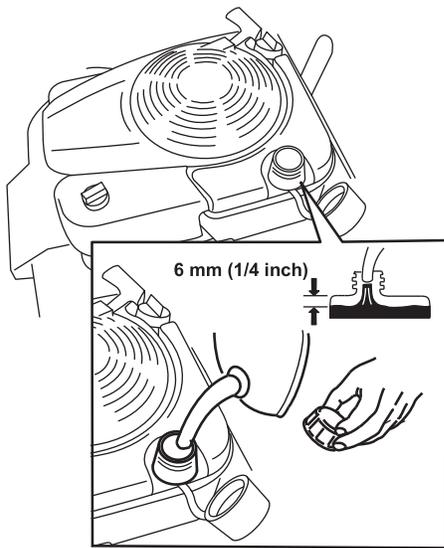

Figura 13
1. Limpie la zona alrededor del tapón del depósito de combustible y retire el tapón del depósito (Figura 13).
2. Llène el depósito, dejando un espacio libre de al menos 6 mm (1/4 pulg) entre la gasolina y la parte inferior del tubo para permitir la dilatación de la gasolina (Figura 13).